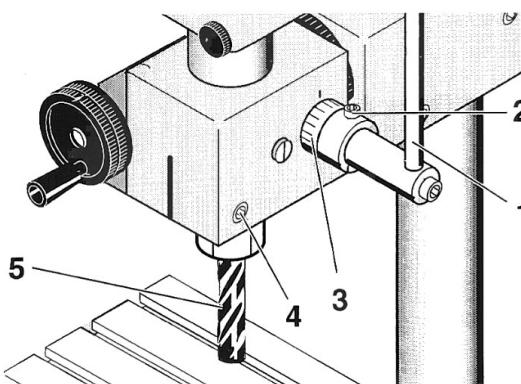

Fig. 15
*Für exakte Fräsanbeiten empfiehlt es sich, nach jeder Verstellung die Pinole mit der Schraube 4 (Fig. 15) fest zu klemmen.*
1. Mit dem Bohrhebel 1 (Fig. 15) die Pinole so weit absenken, bis der Bohrer oder Fräser (5) das Werkstück berührt.
2. Klemmschraube (2) lösen.
3. Tiefenskala (3) auf gewünschte Bohrtiefe (max. 30 mm) einstellen und Klemmschraube (2) wieder festziehen.
*For exact milling work we recommend to clamp the quill in position with the screw 4 (Fig. 15) after it has been adjusted.*
*Pour un fraisage précis, il est recommandé de bloquer la douille à l'aide de la vis 4 (fig. 15) après chaque réglage de l'avance.*
1. Lower the quill with the drilling lever 1 (Fig. 15) until the drill or the milling cutter (5) touches the workpiece.
2. Loosen the clamping screw (2).
3. Set the depth scale (3) to the desired drilling depth (max. 30 mm) and retighten the clamping screw (2).
1. Avec le levier 1 (fig. 15) abaisser la douille jusqu'à ce que l'outil (5) touche la pièce.
2. Desserrer la vis de blocage (2).
3. Régler le vernier (3) à la profondeur désirée (maxi. 30 mm) puis resserrer la vis (2).
1. Abbassare il cannotto mediante la leva di foratura 1 (fig. 15) finché la punta o la fresa (5) tocca il pezzo.
2. Allentare la vite di arresto (2).
3. Registrare la profondità di foratura desiderata (max 30 mm) mediante la scala di profondità (3) e serrare nuovamente la vite di arresto (2).